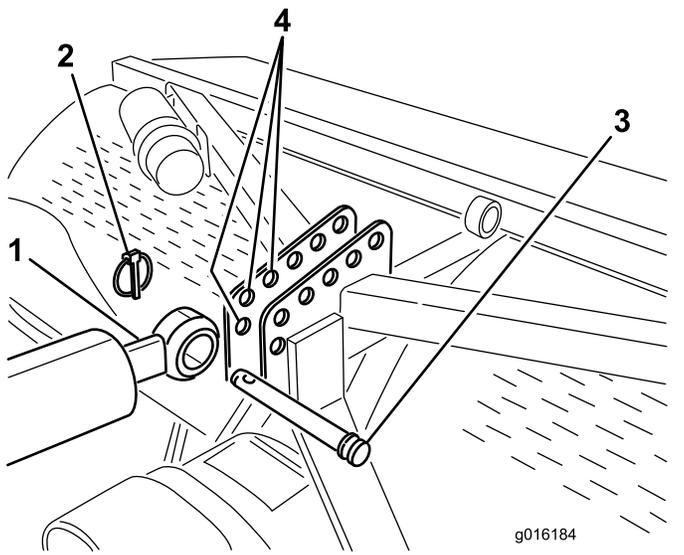
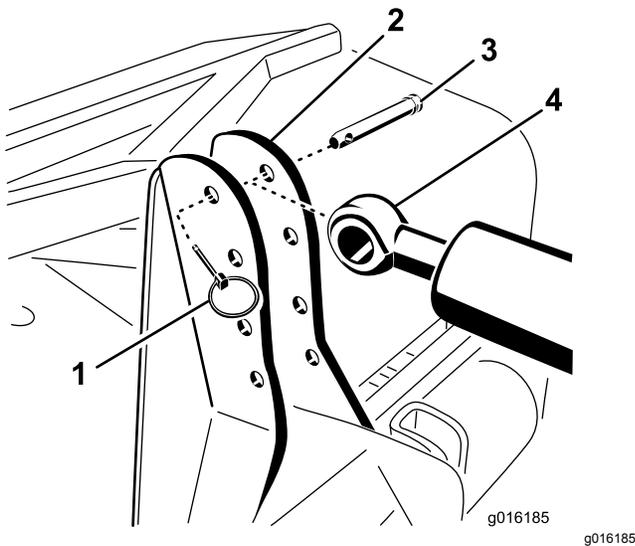

Bild 6
Bild 7
7. Befestigen Sie das Stangenende des hydraulischen Oberlenkers mit einem Steckstift und einem Klapstecker im vordersten Loch in der Aerifiziererhalterung (Bild 6 oder Bild 7).